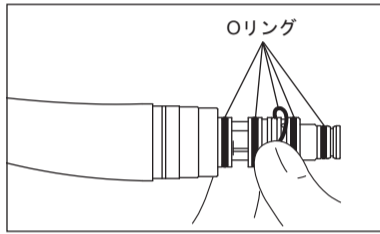

図23
- 交換するOリングを指先でたるみをつけて取り外します(図23)。